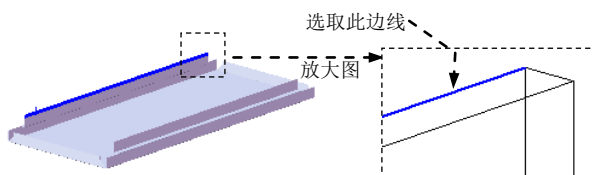

图 17.9.26 定义特征的边线
(2) 定义特征的边线。选取图 17.9.26 所示的模型边线为生成的边线法兰的边线。
(3) 定义法兰参数。在 **角度(G)** 区域的  文本框中输入角度值 90.0。在 **法兰长度(L)** 区域的下拉列表中选择 **给定深度** 选项，输入深度值 7.0。在此区域中单击“内部虚拟交点”按钮 。在 **法兰位置(N)** 区域中单击“材料在外”按钮 。
(4) 单击  按钮，完成边线一法兰 9 的创建。